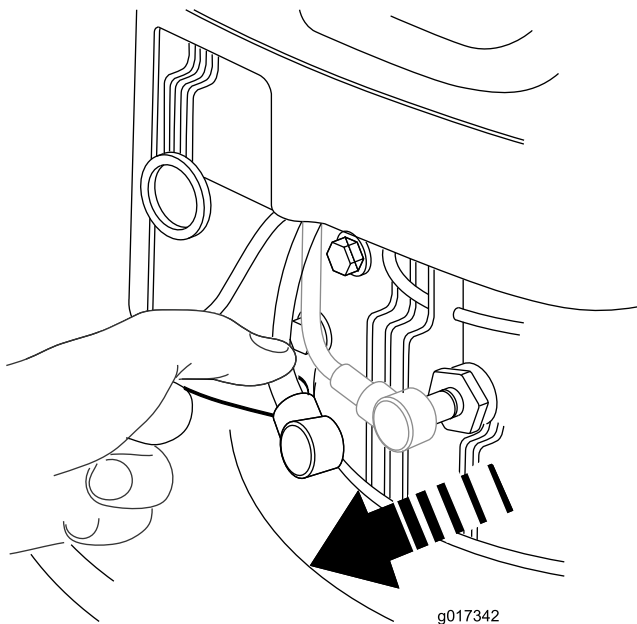

Figura 32
3. Deconectați cablul de la bujie (Figura 32).